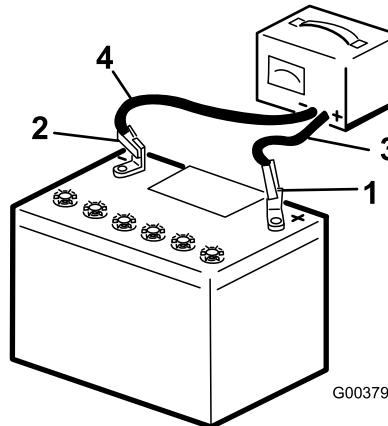

Bild 44
- Laden Sie die Batterie mit drei bis vier Ampere für vier bis acht Stunden auf (Bild 44). Überladen Sie die Batterie nicht.
- Wenn die Batterie voll geladen ist, ziehen Sie den Stecker des Ladegeräts aus der Dose. Klemmen Sie dann die Klemmen des Ladegeräts von den Batteriepolen ab (Bild 44).
1. Schließen Sie das Pluskabel (Rot) der Batterie mit den vorher entfernten Befestigungen am Pluspol (+) der Batterie an (Bild 44).
3. Schließen Sie das Minuskabel (Schwarz) der Batterie mit den vorher entfernten Befestigungen am Minuspol (-) der Batterie an (Bild 44).
4. Befestigen Sie die Batterie mit der Stange und den Flügelmuttern (Bild 44).